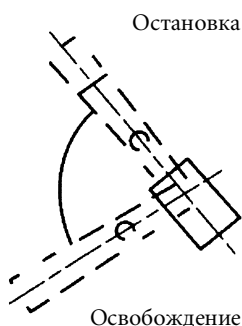

Рис.1-16 Схема стояночного торможения
1.5.5 Стояночное торможение (аварийное торможение)(Рис. 1-16,1-17)